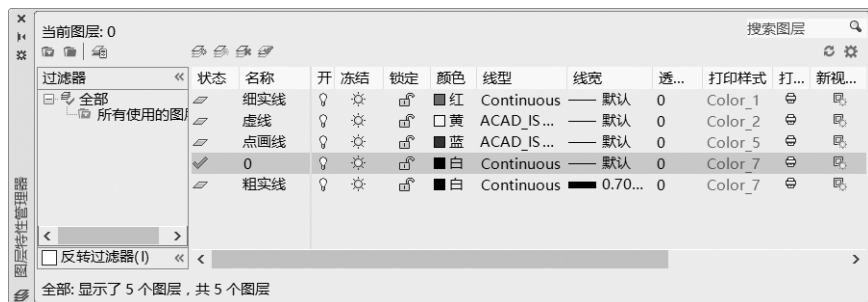

图4-24 设置新图层示例
- 结果如图4-24所示。
对如图4-24所示的“图层特性管理器”对话框中显示的所有图层进行过滤, 创建一个图层过滤器, 要求被过滤的图层名称为“*实线*”; 图层属于“开启”; 线型为“Continuous”。